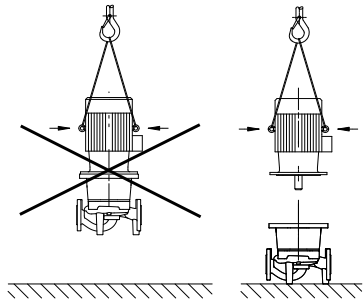

Fig. 8: transporte del motor
- Las argollas de transporte del motor sirven solo para el transporte del motor, no para el transporte de toda la bomba (Fig. 8).